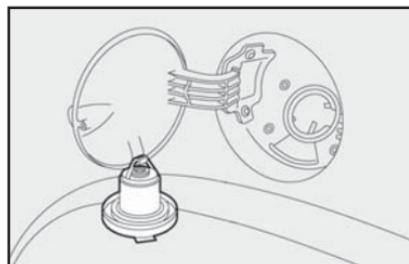

fig. 120
- 3) Após a retirada da tampa, encaixá-la no suporte existente na portinhola fig. 120.